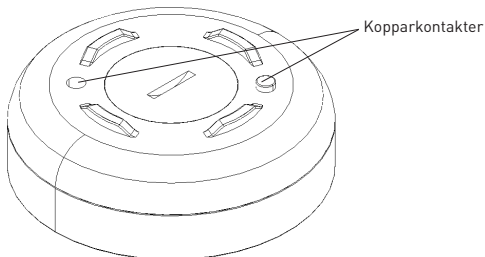

Bild 14
- 2) Tryck och håll knappen "OFF" (AV) intryckt, slå på strömmen när "pip"-ljudet hörs och alla lampor kommer att tändas.
- 3) Släpp knappen "OFF" (AV) efter "pip"-ljudet och om alla lampor släcks, förutom lampan för "AV" betyder det att fabriksinställningarna har återställts.
- b) Vattensensor: Tryck och håll in kopparkontakten (t.ex. bild 14) samtidigt för att utlösa läckagelarmet för att testa om systemet fungerar normalt.